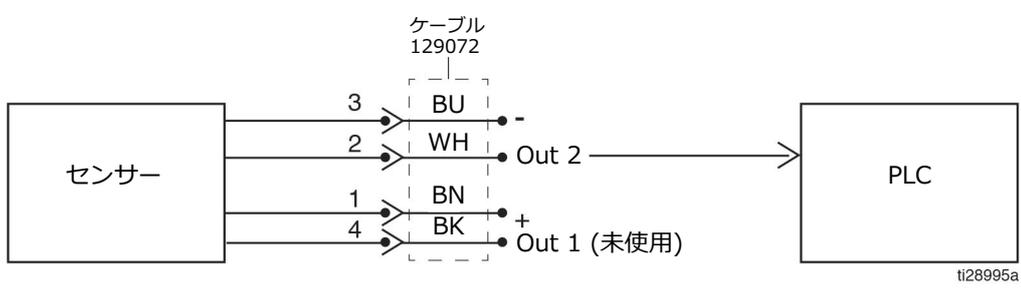

図 13
**注:** Graco GLC2200 (部品番号 24N468、シリーズ F またはそれ以降) はポンプを実行し、低レベルをモニターするために使用できます。図 13 で GLC2200 で管理されるシステムの低レベルセンサーの配線を参照してください。低レベルセンサーケーブル (部品番号 129072) および GLC2200配線ハーネス (部品番号 24P314) が必要です。